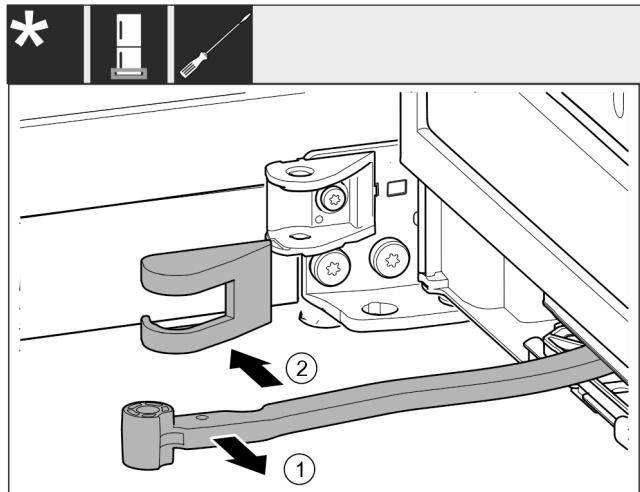

Fig. 16
- Поверните шарнир в направлении двери. Fig. 16 (1)
- Удалите крышку опорного кронштейна. Fig. 16 (2)